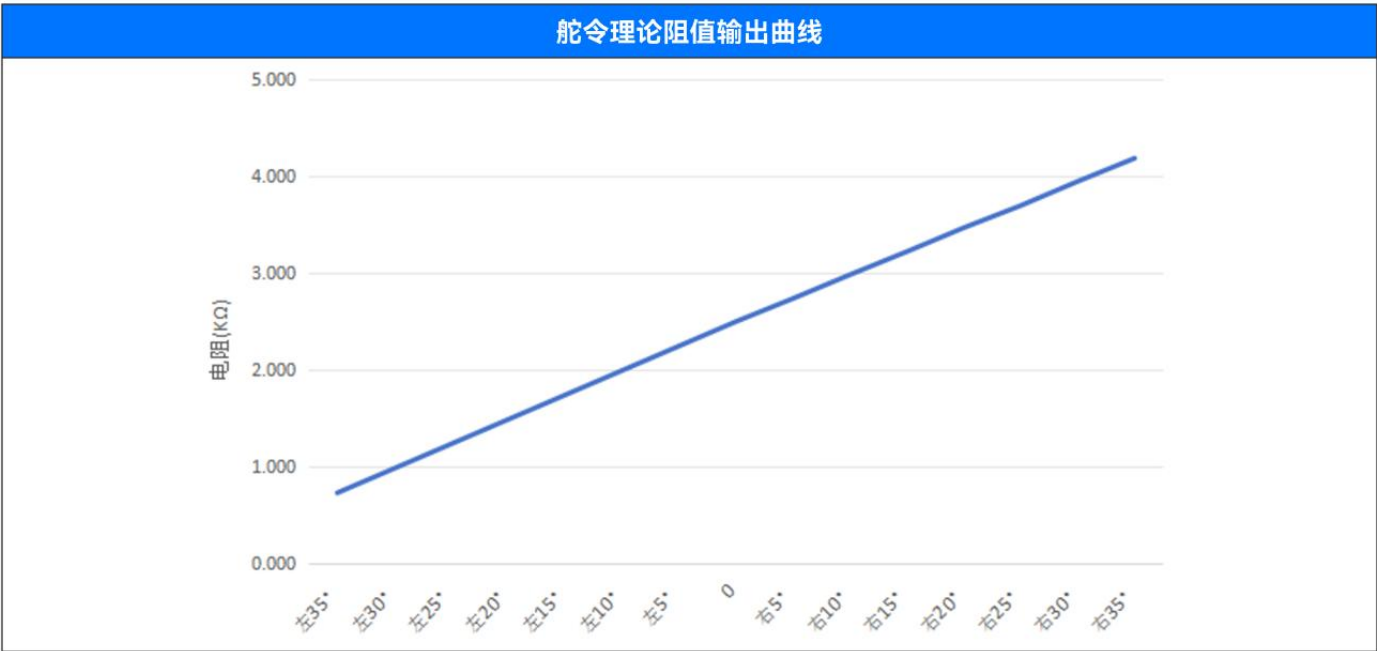

图2.1
5. 输出方式：直接电位计线性输出，与刻度呈线性关系，理论输出如图2.1，实际输出曲线见产品出厂测试报告。